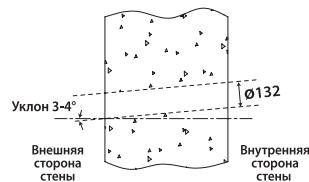

Рисунок 3
- Установите угол наклона коронки таким образом, чтобы отверстие имело уклон 3–4° вниз в сторону улицы, как показано на Рис.3, для того, чтобы осадки не смогли попадать с улицы внутрь помещения.